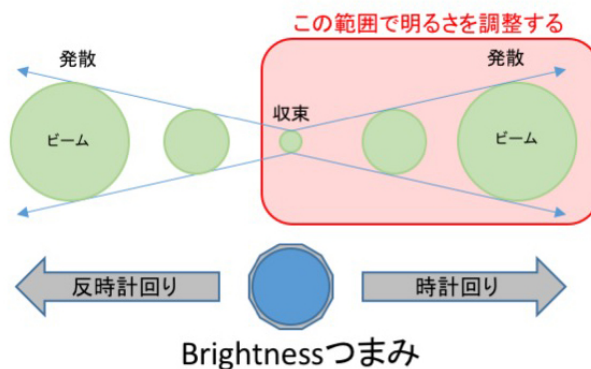

図7 Brightnessつまみによる明るさの調整
- Brithtness つまみでビームを一旦集束し、時計方向に回しながら明るさを調節する（図7）。